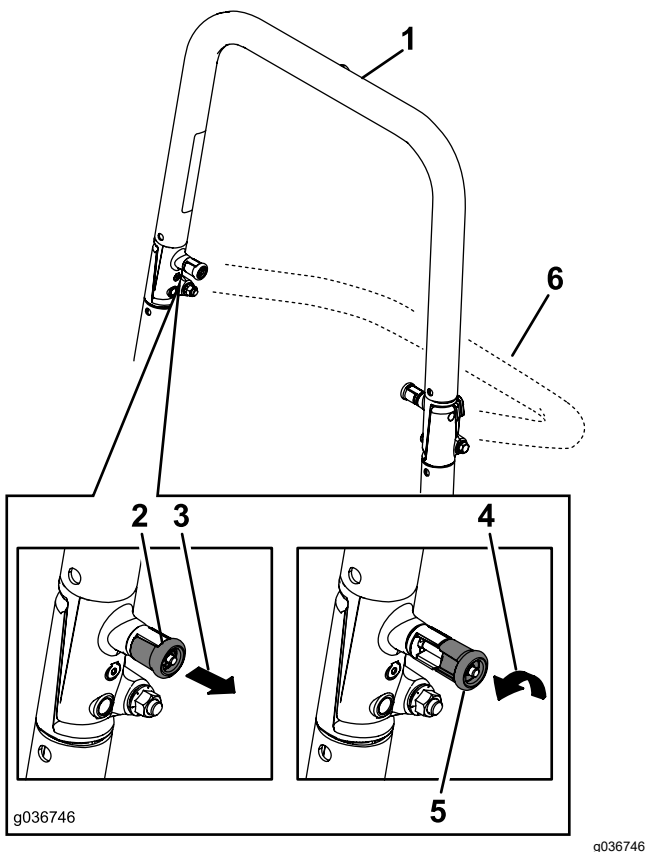

Figure 11
2. Tirez sur les deux boutons et tournez-les à 90 degrés pour les désengager (Figure 11).
3. Faites pivoter l'arceau de sécurité à la position abaissée (Figure 11).
1. Levez l'arceau de sécurité à la position d'utilisation et tournez les boutons de sorte à les déplacer partiellement dans les rainures (Figure 11).
2. Redressez complètement l'arceau de sécurité tout en poussant sur la partie supérieure; les goupilles s'engagent en position quand les trous sont en face (Figure 11).